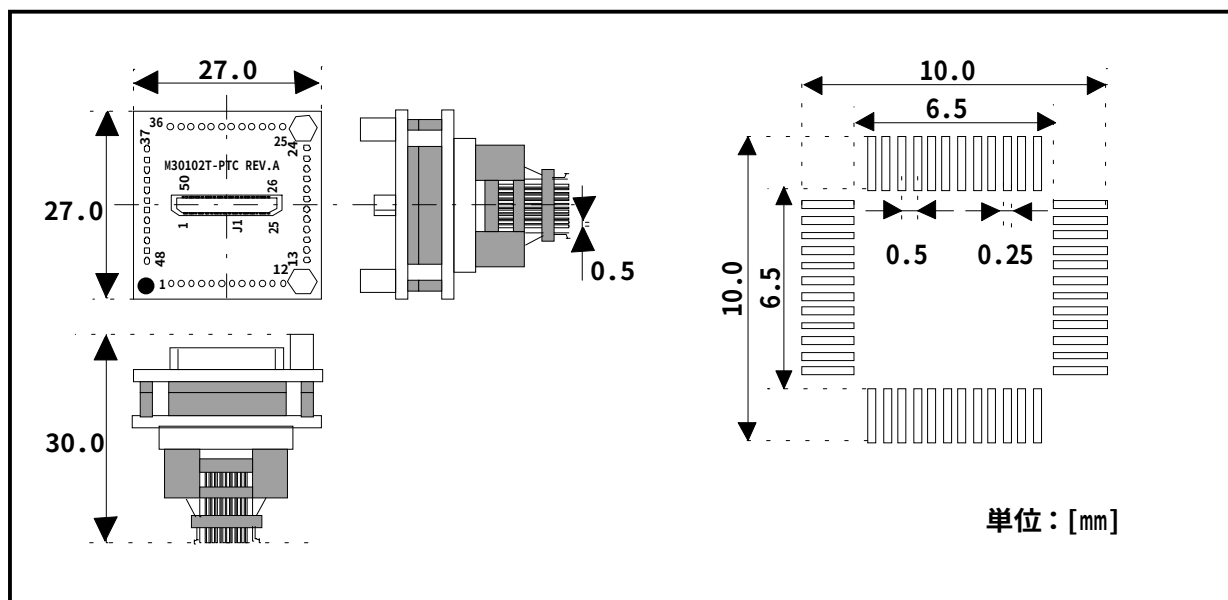

図 4 M30102T-PTC 寸法図及びフットパターン参考寸法図
6. M30102T-PTC寸法図及びフットパターン参考寸法図（図4参照）